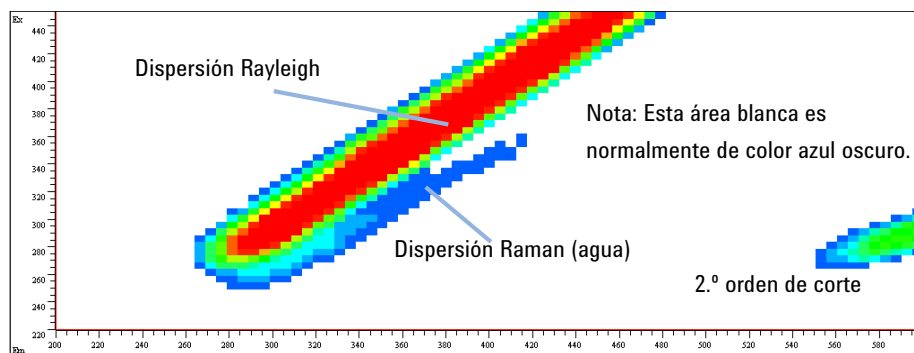

Figura 44 Barrido de fluorescencia del agua
- Defina un nombre para el fichero de datos y realice un barrido de fluorescencia. Una vez completado el barrido, aparecerán los resultados del barrido de isoabsorbancia (consulte Figura 44 en la página 106).